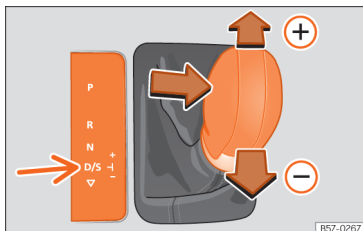

Abb. 102 Hebel in Tiptronic-Stellung.
- Drücken Sie den Hebel nach vorn (+) oder zurück (-), um hoch- oder herunterzuschalten »» (Abb. 102).